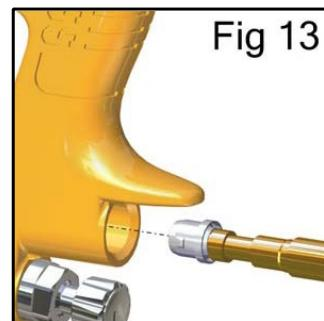

Fig 13
11. 新品のフロントシールをサービス工具に装着して、ガンボディにきっちりと挿入します。(Fig 13 参照)